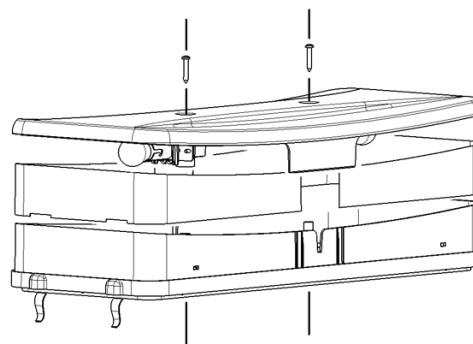

Bild 9
- 1** Austausch der Birnen im beleuchteten Deckel (Bild 9) :